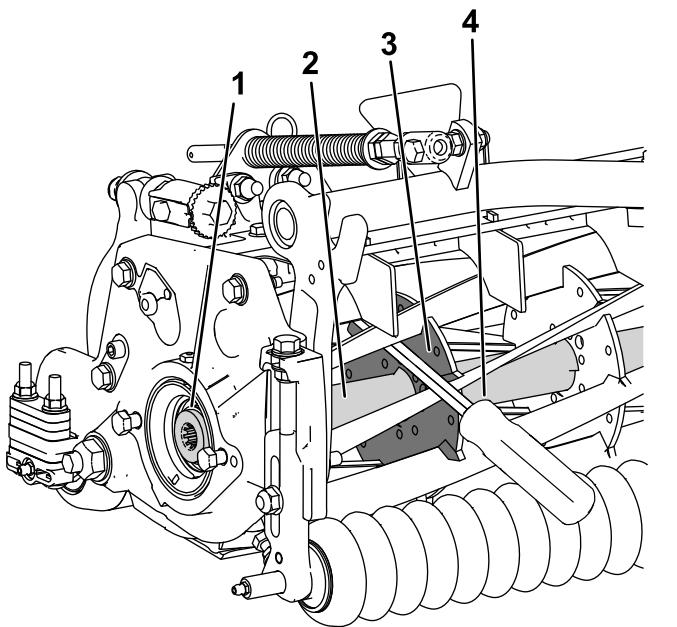

Figure 27
1. Insérez un levier à long manche ($\frac{3}{8}$ " x 12" avec manche de tournevis recommandé) à l'avant du cylindre de coupe, du côté le plus proche de l'unité de coupe que vous allez serrer (Figure 27).
2. Placez le levier contre le côté soudé du renfort interne du cylindre (Figure 27).